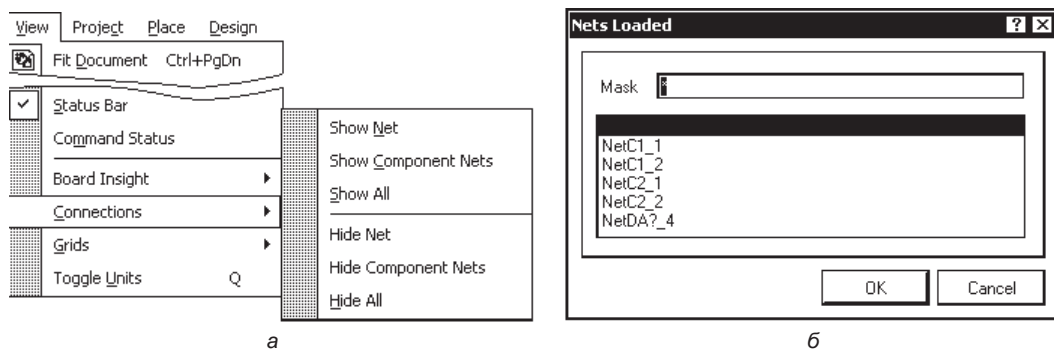

Рис. 6.3. Функции управления видимостью электрических связей:
- выполнить из главного меню программы команду **View** и в выпадающем меню (рис. 6.3, а) выбрать команду **Connections**;
- можно не указывать имя цепи, а закрыть окно **Net Name** щелчком на кнопке **OK** — при этом открывается окно **Nets Loaded** со списком всех цепей проекта (рис. 6.3, б);